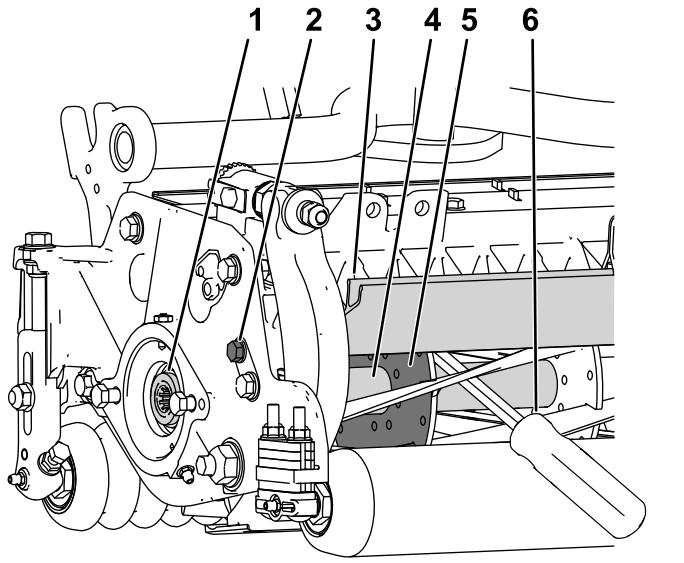

Figura 42
- Allentate il bullone del deflettore sul lato sinistro dell'apparato di taglio e sollevate il deflettore posteriore (Figura 42).
- Inserite un piede di porco con manico lungo ($\frac{3}{8}$ " x 12" raccomandato con manico a cacciavite) attraverso la parte posteriore del cilindro di taglio, più vicino al lato dell'apparato di taglio da serrare (Figura 42).
- Posizionate il piede di porco contro il lato di saldatura della piastra di supporto del cilindro (Figura 42).